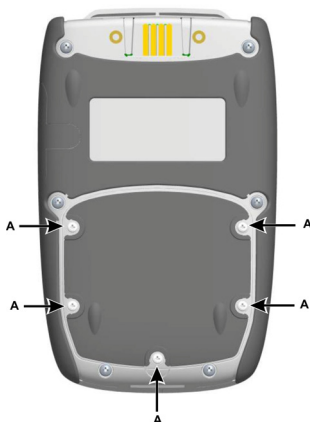

Fig. 1 Vue de la face arrière
1. Retirez les cinq vis cruciformes (**A**) (voir Fig. 1, vue de la face arrière).